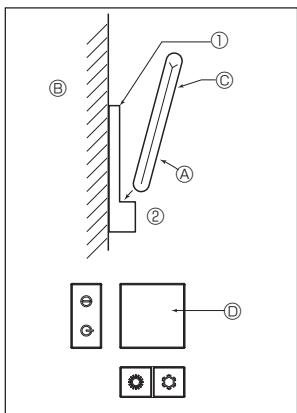

Fig. 7-9
2) Método de instalação (Fig. 7-9)
① Fixe o suporte do controlo remoto no local desejado com 2 parafusos de derivação.
② Coloque a extremidade inferior do controlo remoto no suporte.